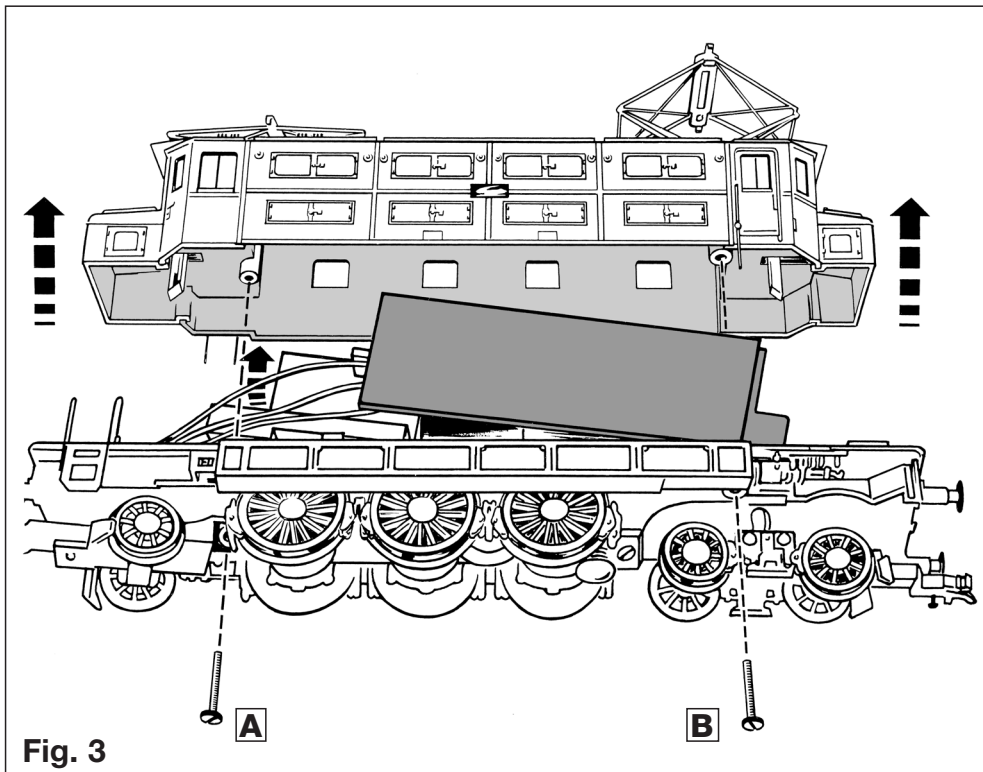

Fig. 3
**Öffnen:** Ein Öffnen der Lok ist nur zum Lampenwechsel, Schleifkohlenwechsel, Einbau eines digitalen Empfängerbausteins oder zum Ölen der Motor- und Getriebelager erforderlich. Die Schrauben **A** und **B** entfernen und Lokgehäuse nach oben abnehmen (Fig. 3).
**Opening the loco:** It is only necessary to open the loco to replace the bulbs and the carbon brushes, to install a digital receiver module, or to oil the motor and gears. Undo the screws **A** and **B**, gently lift the loco body upwards (Fig. 3). When replacing the body, please make sure that it tilts forwards and that the relevant parts on the loco front correctly locate with each other before the body is finally fixed in position.
**Ouverture :** L'ouverture de la locomotive ne s'impose que pour un remplacement des lampes et des balais, pour monter un module récepteur digital ou pour graisser les paliers du moteur et des engrenages. Enlever les vis **A** et **B**, incliner le boîtier de la locomotive vers l'avant et le soulever soigneusement (Fig. 3).